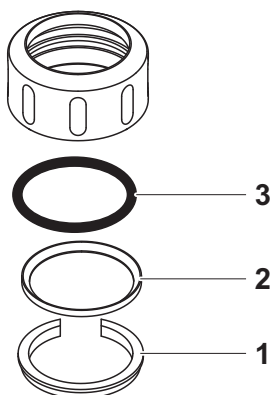

Fig. 6-1 Rimozione dell'anello di accoppiamento
| 1 | Rimuovere l'anello di ritegno (pos. 1, Fig. 6-1).                 |